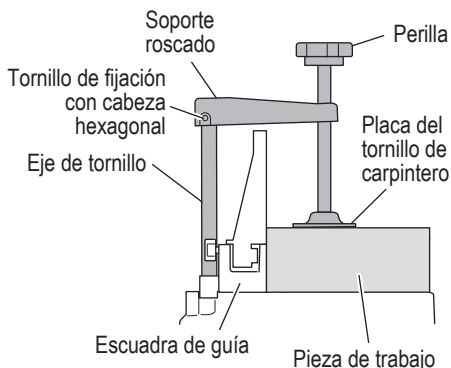

Fig. 23
- (1) La prensa de tornillo se puede colocar sobre la base.
- (2) Gire la perilla superior y fije firmemente la pieza de trabajo en su lugar (Fig. 23).